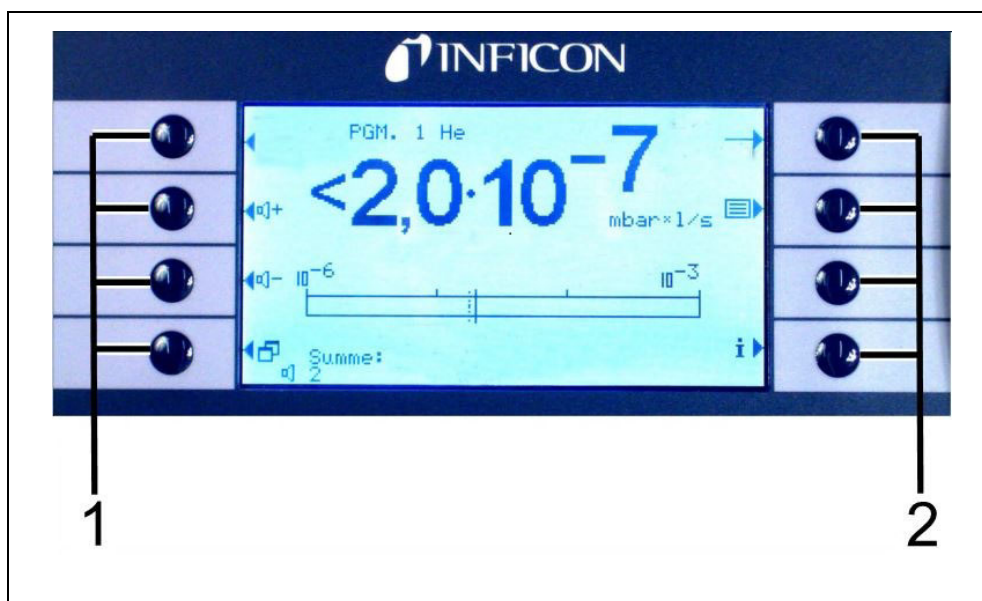

図9 本体ユニットディスプレイ
注記 電氣的接続については、地域の規則に常に従ってください。Protec P3000 (XL) の定格電圧は、電源スイッチ左側の銘板に記載されています。Protec P3000 (XL) の電源電圧は固定されており、変更できません。それぞれの電源線にはヒューズがあり、電源ソケットに統合されています (図 9)。